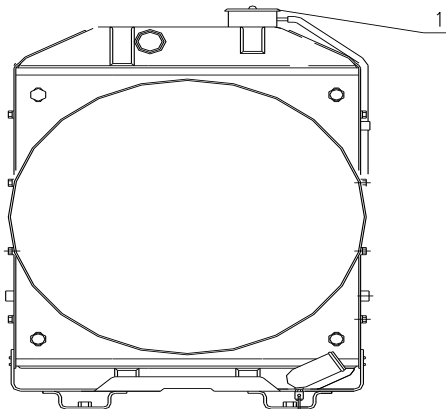

Ilustración 13 (Depósito del agua)
1. Asegúrese de que el motor esté frío antes de comenzar el proceso. Retire la tapa del radiador (elemento 1 Ilustración 13)